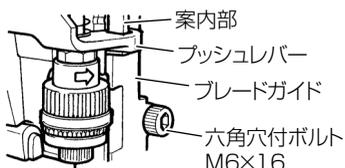

図 18
- 組立てのとき、プッシュレバーがブレードガイドの案内内部に入るように行います。(図 18)